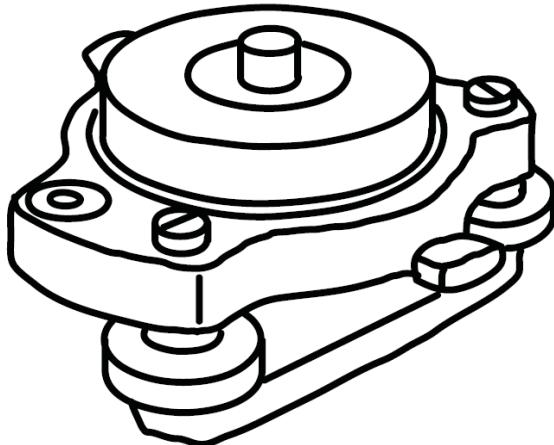

Рисунок 1-12. Стандартный трегер с адаптером
**Стандартный трегер и адаптер трегера** (р/н 22-006008-01 и р/н 22-006009-011) используются для нивелирования головки штатива и крепления к нему приемника или антенны (см. рис. 1-12)